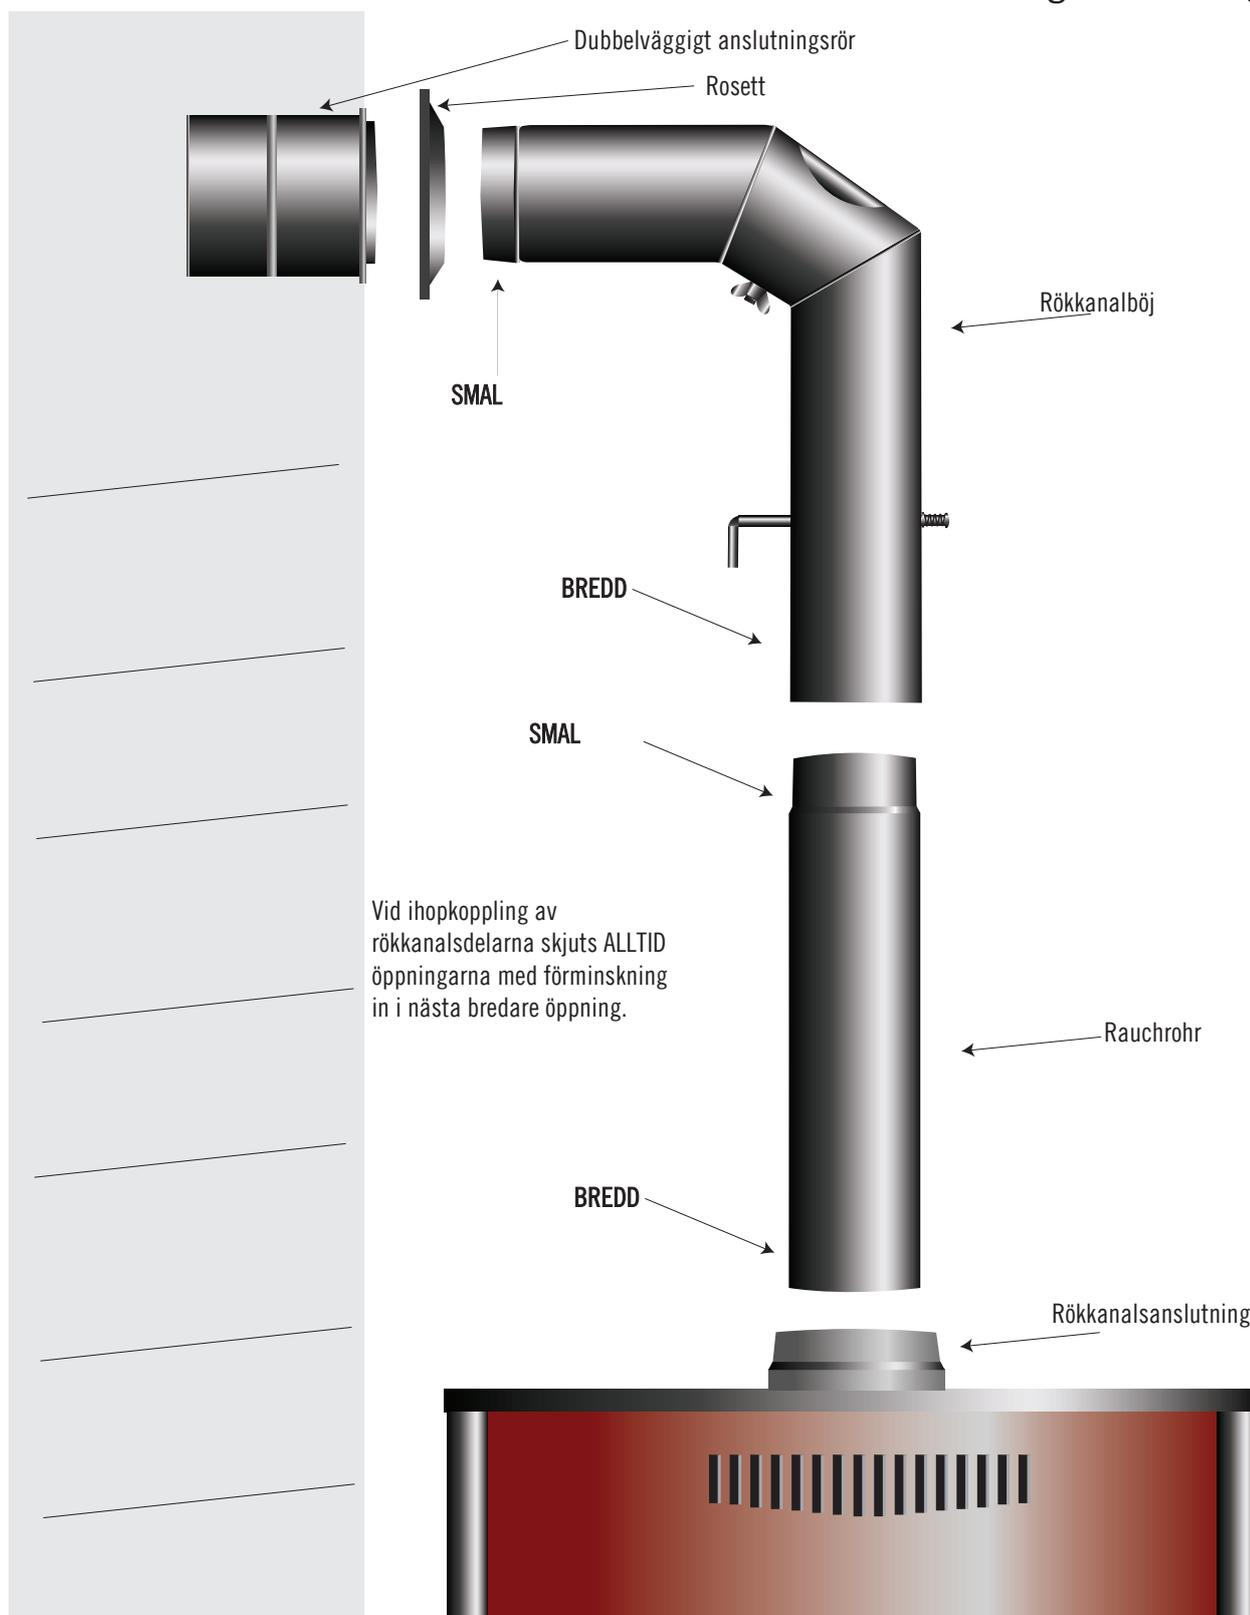

Bild 1: Anslutning av kaminspisen till skorstenen
2. Bild 1 Anslutning av kaminen till skorstenen	Sida 70